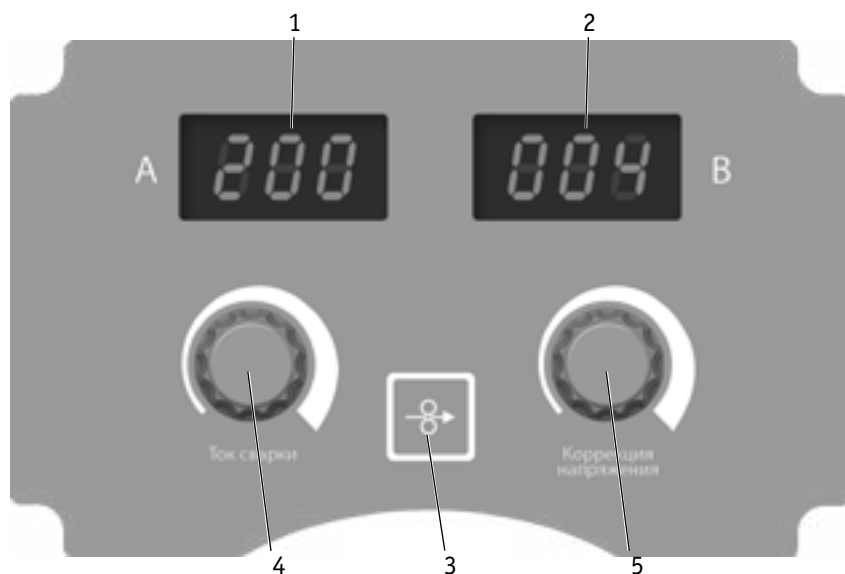

Рис. 7.3. Панель.
12. В зависимости от технологических задач откорректируйте напряжение на дуге (п. 5, рис. 7.3).